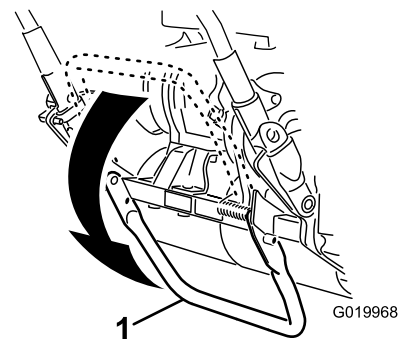

図 9
1. キックスタンドを立てる（キックスタンドの中央部に足を置き、機体の下部についているハンドルで機体を持ち上げると、スタンドの上に機体載る（図 9））。